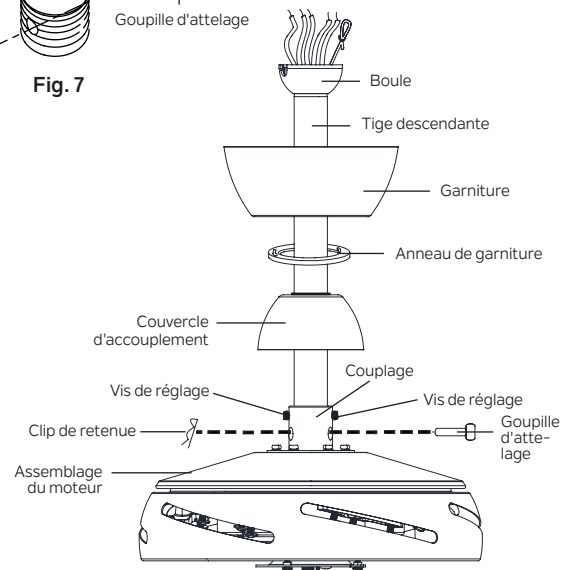

Fig. 8
Étape 6. Desserrez les deux vis de pression (ne les retirez pas) dans le raccord sur le dessus du moteur. **(Fig. 8)**
Étape 7. Faites passer avec précaution les fils et le câble de sécurité du raccord situé sur le dessus du bloc moteur vers le haut, à travers la tige descendante. **(Fig. 8)**
Étape 8. Vissez la tige d'attelage dans l'accouplement sur le dessus de l'ensemble moteur jusqu'à ce que les trous de goupille d'attelage dans la tige d'attelage et les trous de goupille d'attelage dans l'accouplement soient alignés. Insérez soigneusement la goupille d'attelage dans les trous du raccord et de la tige descendante. **(Fig. 8)**
Insérez l'agrafe de retenue dans le trou près de l'extrémité de la goupille d'attelage jusqu'à ce qu'elle s'enclenche dans sa position verrouillée. **(Fig. 8)**
Étape 9. Serrez fermement les deux vis de pression dans le raccord sur le dessus de l'ensemble moteur. **(Fig. 8)**
Étape 10. Glissez soigneusement le couvercle d'accouplement, l'anneau de finition de garniture (côté fini face au corps du moteur) et la garniture sur la tige descendante. **(Fig. 8)**